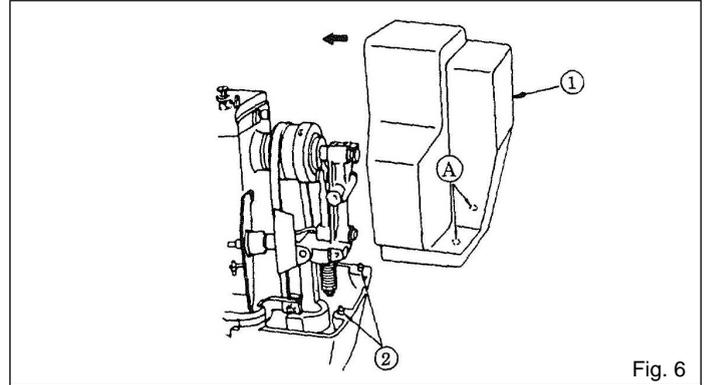

Fig. 6
5. INSTALAÇÃO/REMOÇÃO DA TAMPA DA CORREIA (Fig. 6)